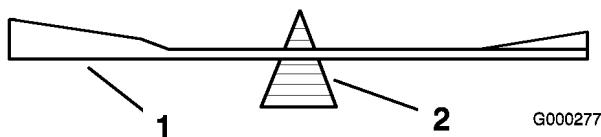
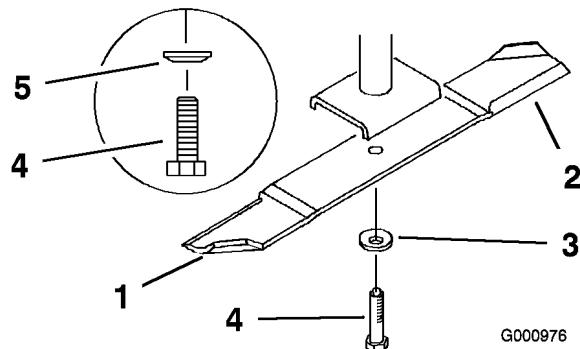

Figura 71
Figura 72
2. Retire del eje el perno de la cuchilla, la arandela de muelle y la cuchilla (Figura 72).
2. Verifique el equilibrio de la cuchilla colocándola sobre un equilibrador de cuchillas (Figura 71). Si la cuchilla se mantiene horizontal, está equilibrada y puede utilizarse. Si la cuchilla no está equilibrada, rebaje algo el metal en la parte de la vela solamente (Figura 72). Repita este procedimiento hasta que la cuchilla esté equilibrada.
1. Instale la cuchilla en el eje (Figura 72).
debe estar orientado hacia la cabeza del perno (Figura 72).